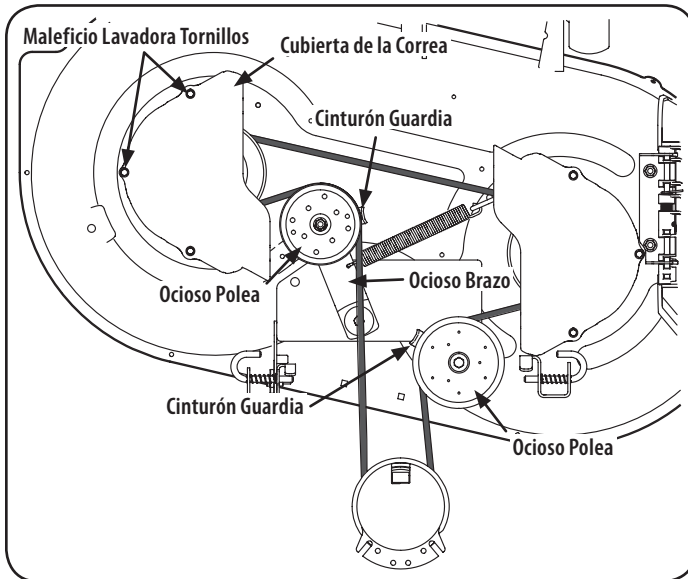

Figura 36
- Instalar la nueva correa alrededor de las poleas del eje como se muestra y vuelva a instalar la cinta cubre. Ver Figura 36.